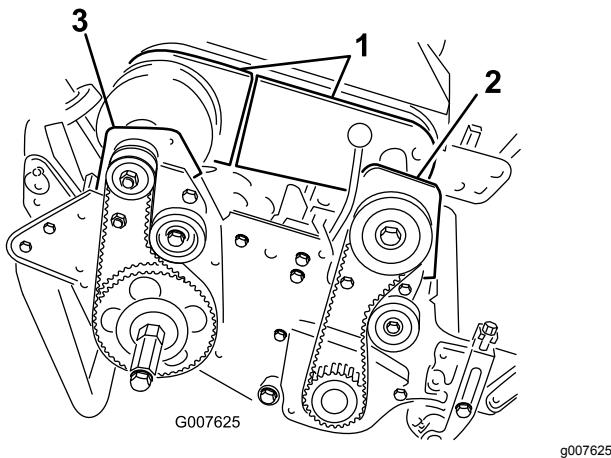

Figura 48
4. Rimuovete i bulloni che fissano la sezione anteriore e posteriore della copertura del differenziale all'alloggiamento del differenziale stesso e fate scorrere le sezioni della copertura in modo da scoprire la cinghia (Figura 48).
- 6. Togliete i 2 bulloni e i 2 dadi di bloccaggio che fissano la sede della frizione anteriore alla piastra laterale (Figura 48).
- 8. Togliete i 2 bulloni e i 2 dadi di bloccaggio che fissano la sede del cuscinetto posteriore destro alla piastra laterale (Figura 48).